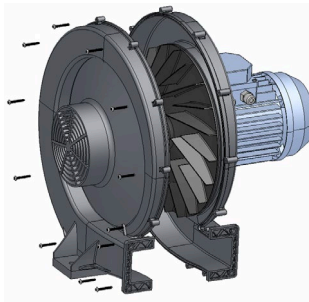

FIGURE 5
3. Fixer le carter d'aspiration au groupe précédemment monté avec les 12 vis KC40 x 30 (boulonnerie de série) en serrant au couple maximum de 5 Nm (FIGURE 5).